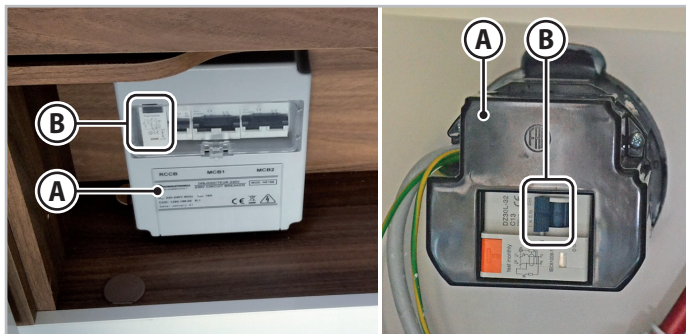

Fig.6.32 - Panneau d'alimentation
Le panneau d'alimentation 220 V (**A** - Fig.6.32) du véhicule est protégé par un disjoncteur magnétothermique différentiel bipolaire (**B** - Fig.6.32). La prise d'alimentation est dotée du troisième pôle de mise à la terre comme prévu par les normes en vigueur.
1. Abaisser les leviers (**B** - Fig.6.32) du disjoncteur différentiel.
5. Relever les leviers (**B** - Fig.6.32) du disjoncteur différentiel.
1. Abaisser les leviers (B - Fig.6.32) du disjoncteur différentiel.
5. Relever les leviers (B - Fig.6.32) du disjoncteur différentiel.